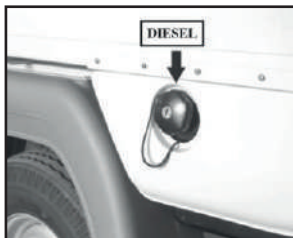

Fig. 13
1. Asegúrese de tener un nivel correcto de Diésel de buena calidad en el depósito (consulte la Fig. 13) y los aceites lubricantes recomendados en el motor - bloque motor (consulte la Fig. 14) y transmisión (consulte la Fig. 15).